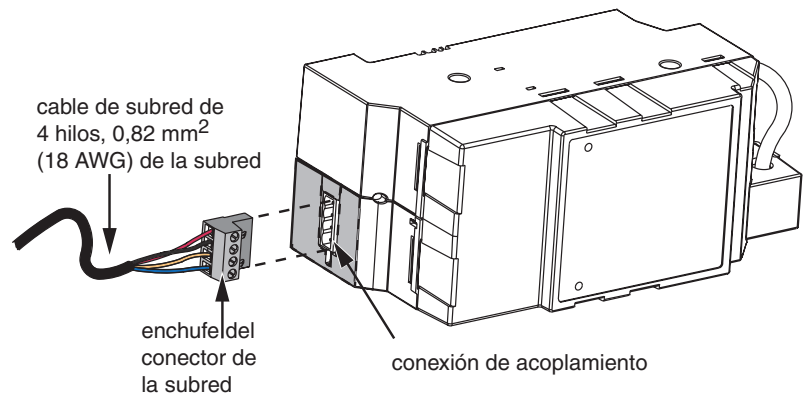

**Figura 4: Instalación de los hilos del enchufe del conector de la subred**
3. De la misma manera, sujete los hilos en los otros tres terminales A, - y + (vea la Figura 4).